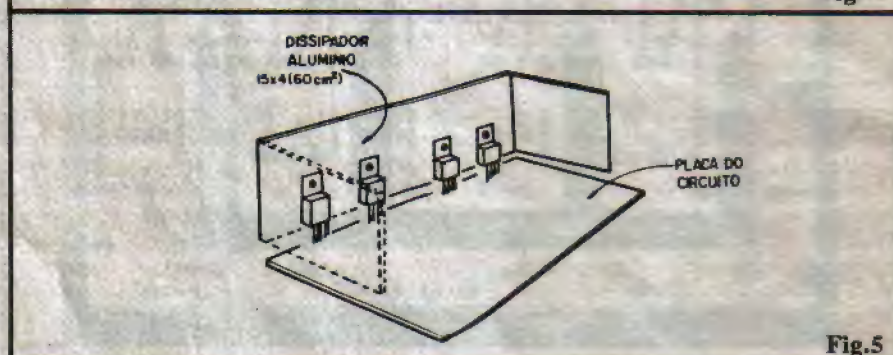

Fig. 5
- FIG. 5 - Instalação do dissipador. Os Integrados trabalham normalmente aquecidos, devendo portanto ser dotados de dissipador metálico com área mínima de 60 cm². São várias as opções para tal providência: uma simples placa de alumínio (1 a 2 mm de espessura) com 15 x 4 cm., dobrada e acoplada com parafusos e porcas às lapelas metálicas dos Integrados, é a solução mais simples. Também podem ser usados dissipadores comerciais, dotados de aletas. Outra possibilidade é usar-se a própria caixa metálica